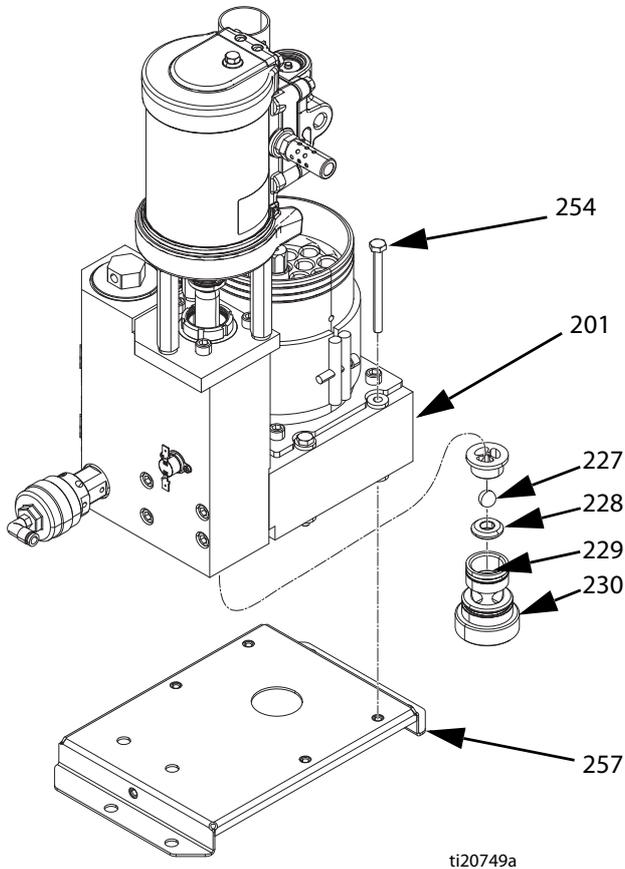

Рис. 31
Разборка (см. Рис. 31).
Повторная сборка (см. Рис. 31).
- a. Снимите стопорное кольцо (239).
- b. Снимите установочный штифт (238).
- c. Выкрутите три винта (240).
8. Освободите стопорную гайку (235) с помощью плоской отвертки и резинового молотка.
9. Снимите стопорную гайку (235) с помощью переставных клещей.
10. Вставьте универсальный гаечный ключ в отверстие на верхней части поршневого штока (223), чтобы извлечь поршневой шток (223) из коллектора. В результате также будут вынуты щелевое П-образное уплотнение (234) и щелевой подшипник (233).
12. Снимите всасывающий клапан (230) с нижней части выпускного коллектора (203) расплавителя с помощью отвертки с храповым механизмом диаметром 12,7 мм без торцевой головки.
13. Вставьте инструмент для цилиндра (1301) в нижнюю часть выпускного коллектора (203) расплавителя. Осторожно снимите цилиндр (216) с помощью резинового молотка. См. Рис. 31.
14. Снимите и выбросьте уплотнения (217) цилиндра. См. Рис. 31.
1. Нанесите консистентную смазку на уплотнения (217) и установите новые уплотнения (217) на цилиндр (216). См. Рис. 31.
3. Вдавите цилиндр (216) в выпускной коллектор (203) расплавителя с помощью охватываемого инструмента (1303) для установки цилиндра. При необходимости постучите по цилиндру резиновым молотком. См. Рис. 31.
4. Вставьте всасывающий клапан (230) в нижнюю часть выпускного коллектора (203) расплавителя и затяните его с помощью отвертки с храповым механизмом диаметром 12,7 мм без торцевой головки.